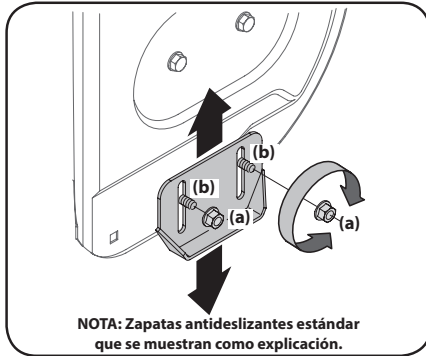

Figura 2-49
1. Afloje las cuatro tuercas hexagonales (a) (dos en cada lado) y los pernos del carro (b). Mueva las zapatillas antideslizantes a la posición deseada. Consulte Figura 2-49.
NOTA: Las zapatillas antideslizantes de su unidad pueden verse ligeramente diferentes (y tener hardware diferente) que los que se muestran en la Figura 2-49.